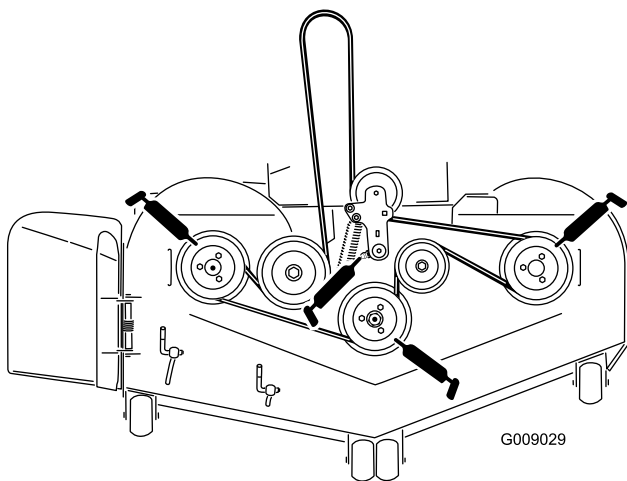

Bild 42
3. Fetten Sie das Drehgelenk der Mähwerkspannscheibe ein, bis Schmiermittel unten austritt (Bild 42).
4. Fetten Sie die Schmiernippel oben an den drei Spindellagern ein, bis Schmiermittel unten austritt (Bild 42).